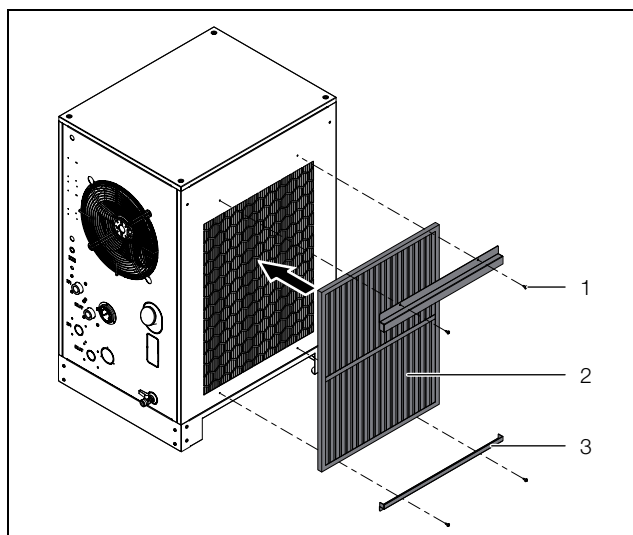

Fig. 23 : montage des filtres métalliques
- Monter les deux supports (fig. 23, pos. 3) à l'aide des vis de fixation (fig. 23, pos. 1) sur le côté gauche du refroidisseur d'eau.